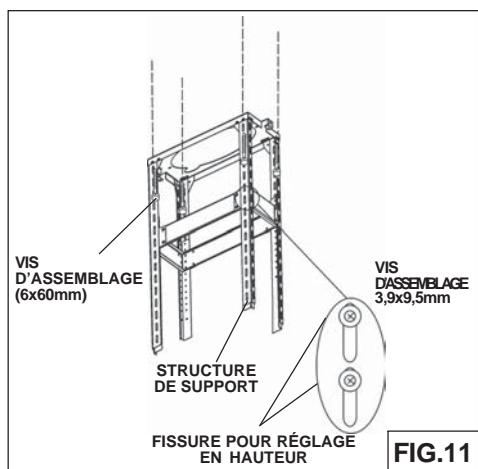

FIG.11
4. Réglez la hauteur totale en utilisant le tableau de montage figurant à la page 32 du cadre de support. Désserrez et resserrez les 4 vis dans les **fissures permettant de régler la hauteur** selon ce qui est nécessaire. Installez 12 vis (3,9x9,5mm) qui se trouvent à l'intérieur du sachet accessoires (Fig.11) assurez-vous que cette une 4" min. chevauchement entre la partie supérieure et des pattes de support inférieures